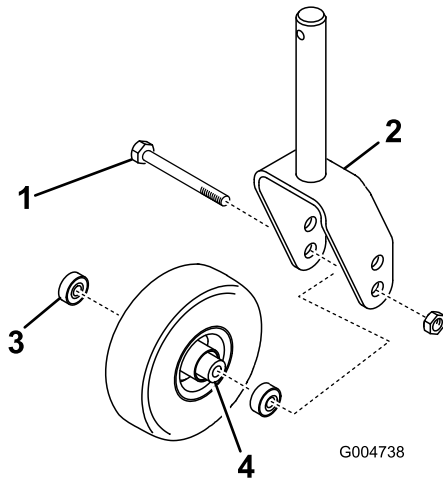

Figura 108
1. Retire la contratuerca del perno que sujeta el conjunto de la rueda giratoria entre la horquilla o el brazo de pivote (Figura 108).
2. Sujete la rueda giratoria y retire el perno de la horquilla o del brazo de pivote (Figura 108).
3. Retire el cojinete de la rueda y deje que se caiga el suplemento del cojinete (Figura 108).
4. Retire el cojinete del otro lado de la rueda (Figura 108).